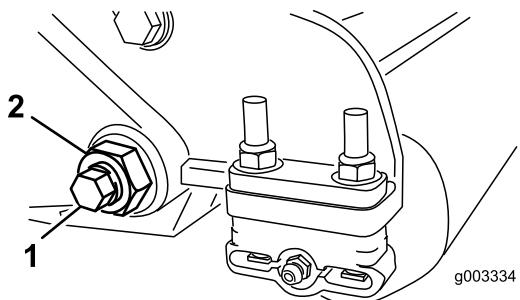
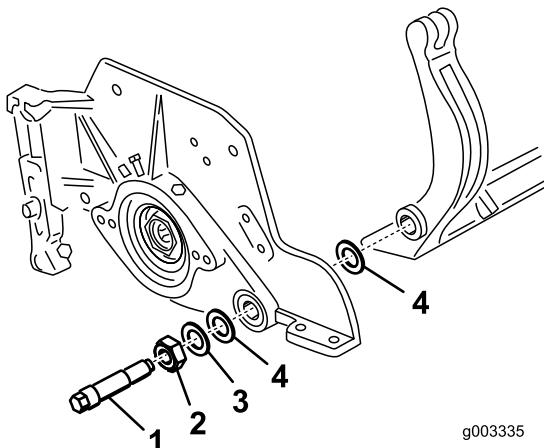

Figura 35
Figura 36
- En cada lado de la máquina, afloje la contratuerca que fija el perno de la barra de asiento (Figura 35).
- Retire cada perno de la barra de asiento, para poder tirar de la barra hacia abajo y retirarla de la máquina (Figura 35). Guarde las 2 arandelas de nylon y la arandela de acero troquelado de cada extremo de la barra de asiento (Figura 36).
Nota: Debe colocarse una arandela de nylon en cada lado del saliente de la chapa lateral. Coloque una arandela de acero por fuera de cada arandela de nylon (Figura 36).